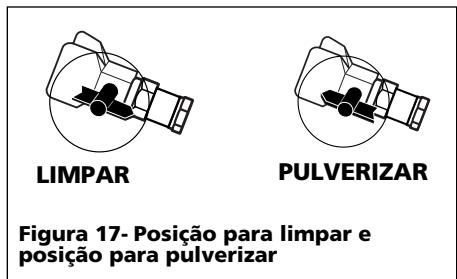

Figura 17 - Posição para limpar e posição para pulverizar
- Gire o bocal para a posição Cleaning (limpar) (veja a Figura 17).
- Coloque o bocal em Spray e continue pulverizando (veja a Figura 17).